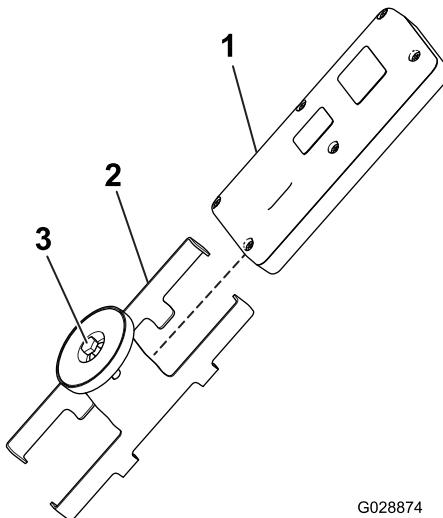

Figura 19
5. Monte o comando remoto no suporte magnético remoto, una as metades do suporte em conjunto para prender o comando e aperte o parafuso no íman (Figura 19).